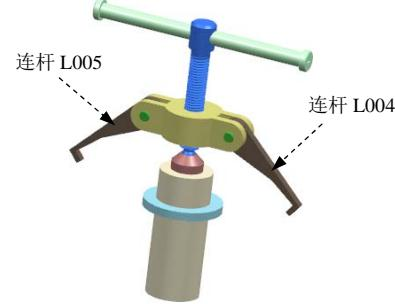

图 10.6.3 定义连杆 (二)
(2) 定义连杆 L004 和连杆 L005。选取图 10.6.3 所示的零件为连杆 L004 和连杆 L005，在“连杆”对话框中分别单击  按钮。